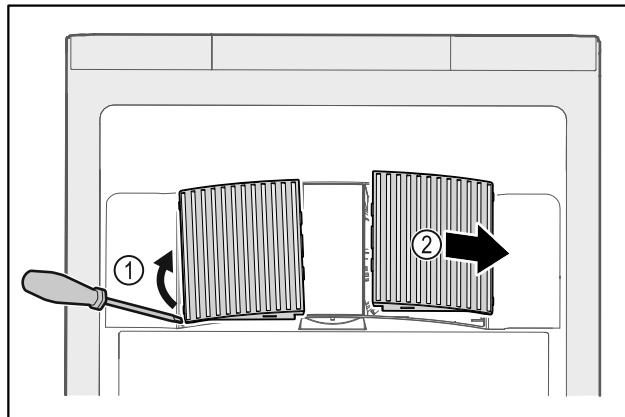

Fig. 201
- Oprezno podignite ventilatorske pokrove sa strane Fig. 201 (1) i skinite ih prema naprijed Fig. 201 (2).